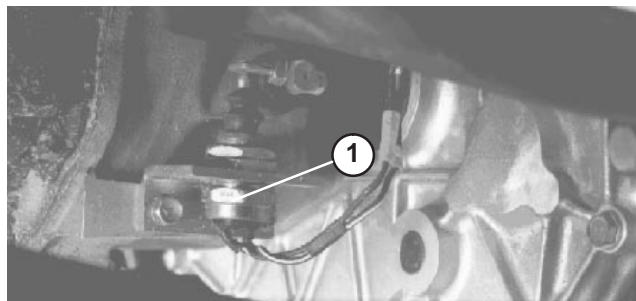

Bild 59
7. Prüfen Sie die Einstellung des Kupplungssicherheitschalters erneut (Bild 59). Der Motor darf erst anspringen, wenn das Kupplungs pedal $3,2 \text{ cm} \pm 3 \text{ mm}$ vom Boden entfernt ist. Lösen Sie ggf. die Klemmmuttern und verstellen Sie den Abstand nach oben oder unten.